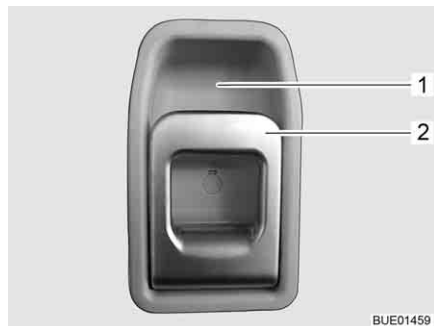

Bild 59 Dörrlås ingångsdörr, insida
- Drag i handtaget (Bild 59,2). Dörrlåset låses upp.
- Tryck handtagets (Bild 59,2) övre del i riktning mot greppkåpan (Bild 59,1).